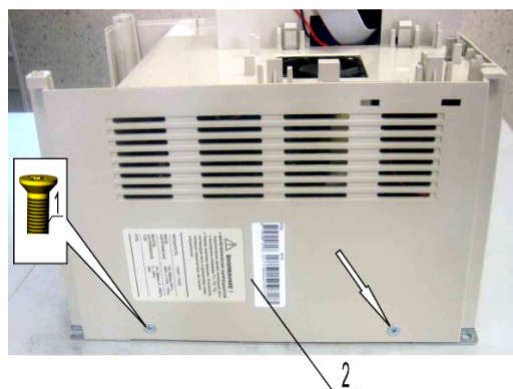

Рисунок 7.14
7.4.4 Вкрутить четыре винта 1 на правой и левой стенках корпуса 2 (рисунок 7.14).